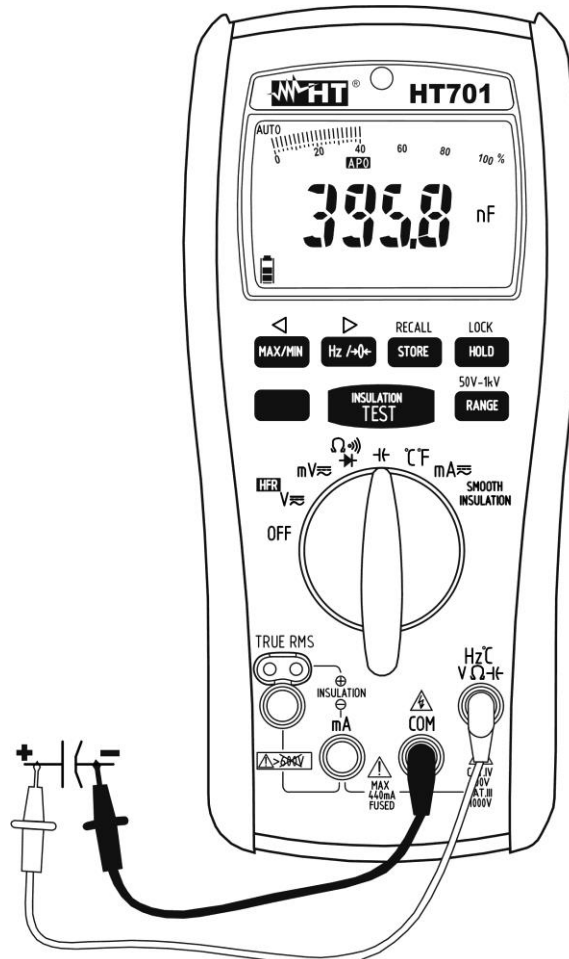

Abb. 8: Verwendung des Gerätes für Kapazitätsmessung
4. Verbinden Sie die rote Messleitung mit der **Hz C V Ω C/F** Eingangsbuchse, und die schwarze Messleitung mit der **COM** Eingangsbuchse (siehe Abb. 8)